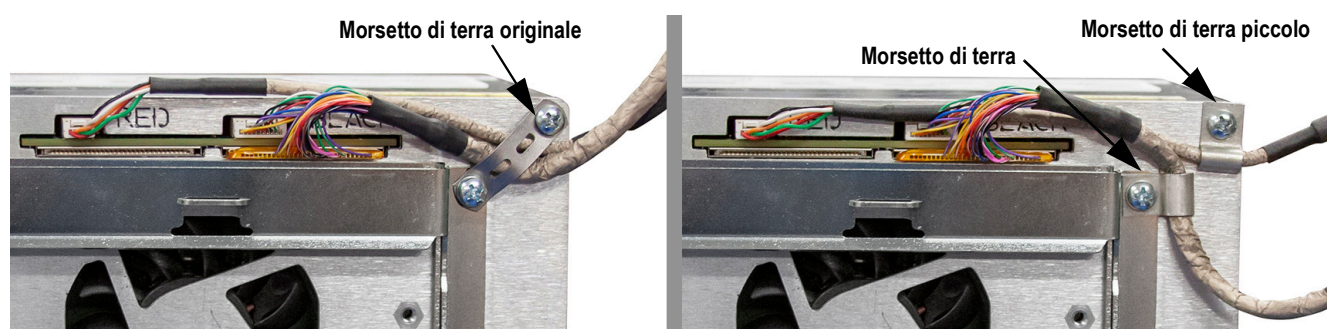

Figura 2-19. Messa a terra della schermatura della scatola del controller
7. Rimuovere il morsetto di terra originale utilizzato per i cavi del display e del touchscreen, vedere la Figura 2-19 a pagina 25.